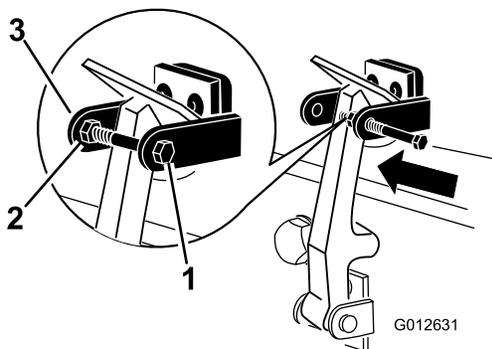

Figura 6
7. Enrosque el perno en el otro brazo del seguro de cierre del capó para fijar la posición del cierre (Figura 6). Apriete firmemente los pernos, pero no apriete la tuerca.